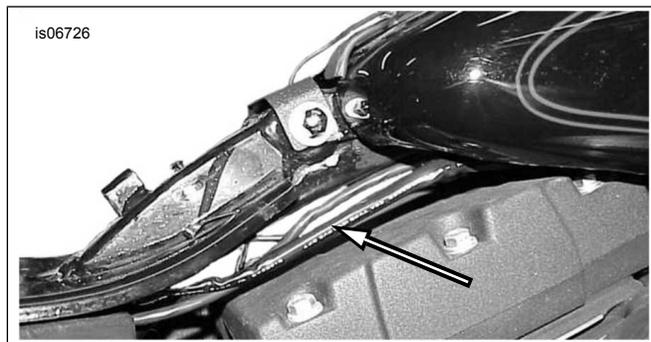

Figura 24. Passagem do fio do transmissor até o farol dianteiro (Dyna)
1. Veja a Figura 24. Use abraçadeiras do kit para fixar os fios restantes (amarelo e branco) do transmissor e o conduíte nos fios da motocicleta que vão até o farol dianteiro. Levante o tanque de combustível conforme necessário, para alimentar os fios sob o tanque e na direção do farol dianteiro.